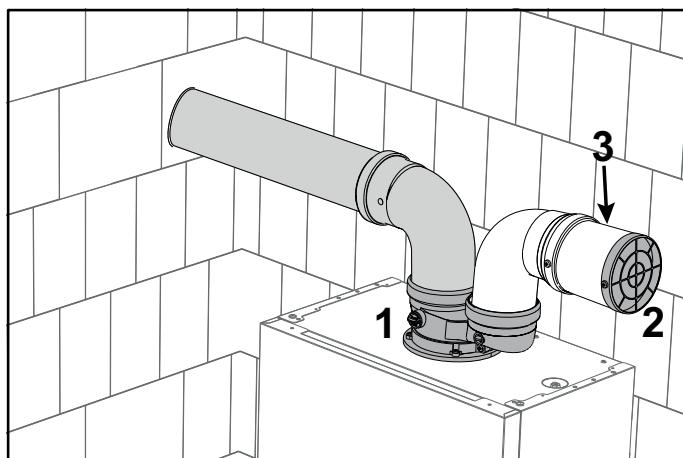

fig. 48- Grilaj de protecție
Instalații accesorii de pornire (det. 1 fig. 48 - cod 041082X0). În conducta de aspirație trebuie să se monteze un grilaj de protecție (det. 2 - fig. 48 - cod 1KWMAB5A). Dacă este necesar, introduceți un tronson (3) între grilaj și accesoriu.